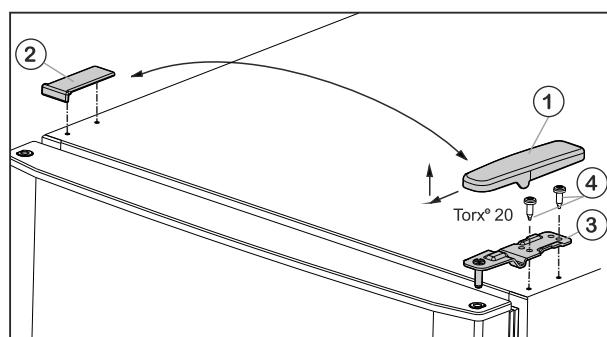

Fig. 5
- Traukdami į priekį ir į viršų, nuimkite apatinę dengiamąją plokštę Fig. 5 (1).
- Nukelkite dengiamąją plokštę Fig. 5 (2).
- Nusukite viršutinį guolio spryr Fig. 5 (3) (2 kartus Torx® 20 Fig. 5 (4) ir, traukdami į viršų, išimkite.
- Viršutinę atraminię gembę Fig. 5 (3) įstatykite į duris kitoje lankstų pusėje.
- **Tvirtai (4 Nm)** priveržkite viršutinį guolio spryr (2 x Torx® 20) Fig. 5 (4). Prieikus naudokite akumuliatorinį atsuktuvą.
- Dengiamąją plokštelynę Fig. 5 (1) uždékite iš išorės priešingoje pusėje ir užfiksuoikite.
- Dengiamąją plokštelynę Fig. 5 (2) atitinkamai uždékite iš viršaus priešingoje pusėje ir užfiksuoikite.